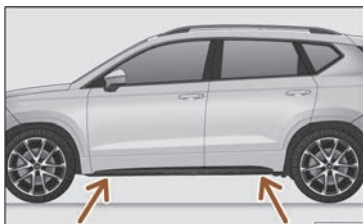

Fig. 216 Puntos de apoyo del gato.
- Busque en el larguero la marca del punto de apoyo del gato (zona hundida) más cercano a la rueda a cambiar >>> **fig. 216**.